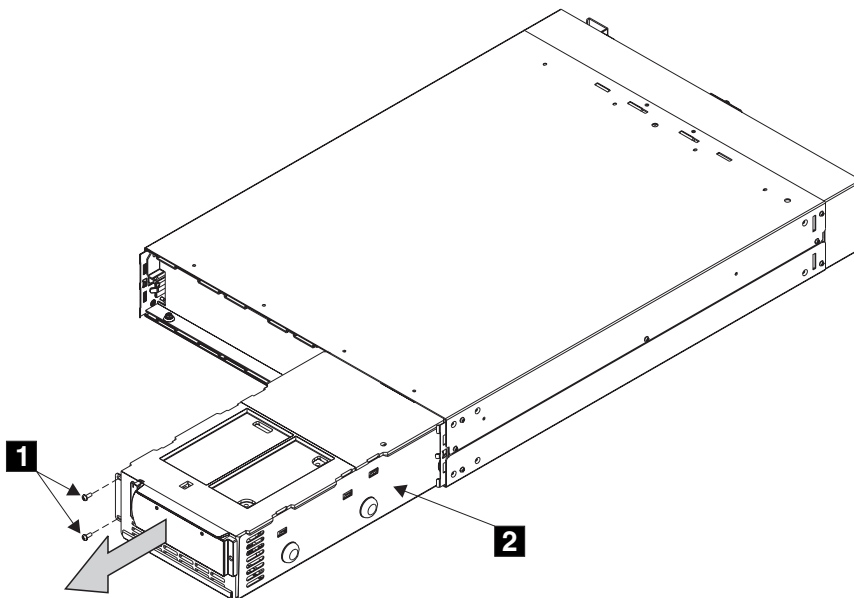

图 23. 卸下不间断电源电子组合件
3. 卸下两个螺钉（图 23 中的 **1**）。
4. 将电子组合件（图 23 中的 **2**）从不间断电源中拉出，并将它放到一边。